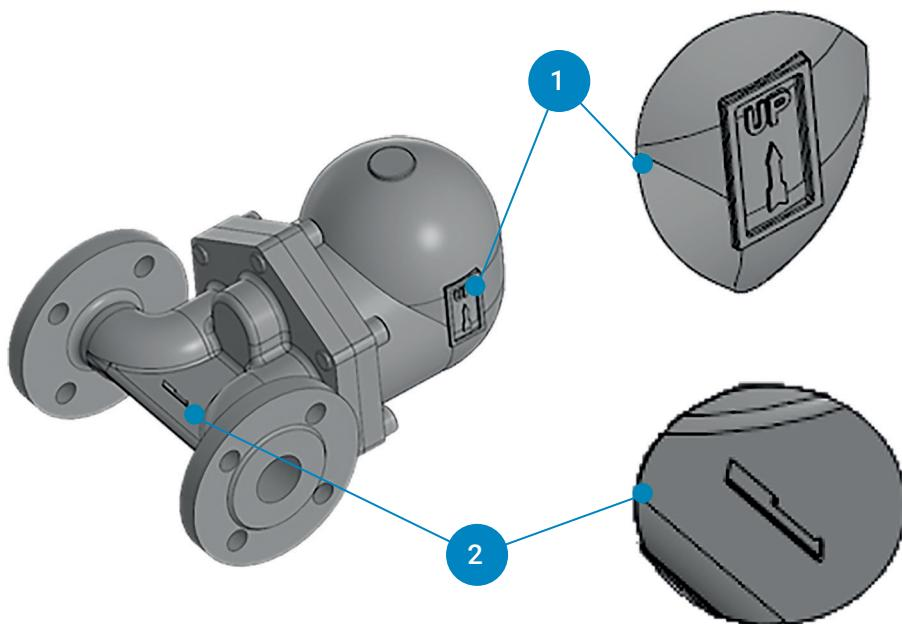

Рисунок 6. Размещение конденсатоотводчика.
1. Стрелка на крышке конденсатоотводчика должна быть направлена вертикально вверх (см. Рис.6).
2. Стрелка на корпусе конденсатоотводчика должна совпадать с направлением потока конденсата (см. Рис.6).